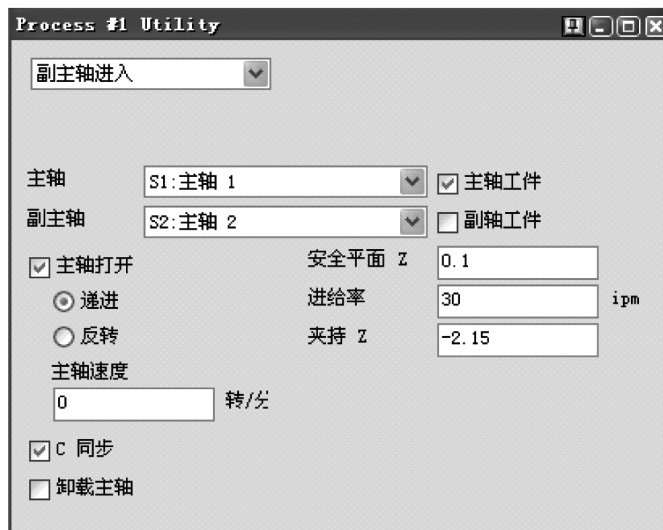

图 6-74 副主轴进入
3) 创建副主轴进入的功能操作, 如图 6-74 所示。其中, 夹持 Z 的位置参数代表了副主轴夹持零件的位置。